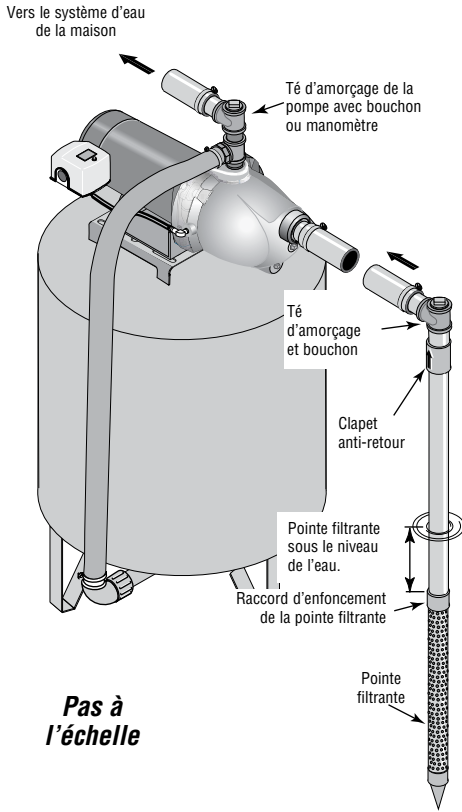

Figure 1: Installation avec une pointe filtrante
INSTALLATION DE LA POINTE FILTRANTE (Figure 1)
- 3 ° Utiliser le moins possible de raccords (en particulier des coudes) lorsque l'on branche la tuyauterie de la pointe filtrante sur l'orifice d'aspiration de la pompe. Le diamètre du tuyau d'aspiration doit être au moins aussi grand que le diamètre de l'orifice d'aspiration de la pompe (y compris le clapet anti-retour si la pompe n'en comporte pas un - voir la Figure 1). Supporter le tuyau de façon qu'il ne soit pas cintré afin qu'il n'exerce pas de contraintes sur le corps de la pompe; de plus, il doit être légèrement incliné vers le haut, du puits jusqu'à la pompe (les points hauts risquent de causer des poches et des bouchons d'air dans la pompe). Rendre étanches les raccords du tuyau d'aspiration avec du ruban d'étanchéité en PTFE pour filetage. Les raccords doivent être étanches à l'air et à l'eau. *Si le tuyau d'aspiration aspire de l'air, la pompe ne pompera pas l'eau du puits.* Si une pointe filtrante ne fournit pas suffisamment d'eau, considérer brancher deux ou trois pointes filtrantes sur un même tuyau d'aspiration.